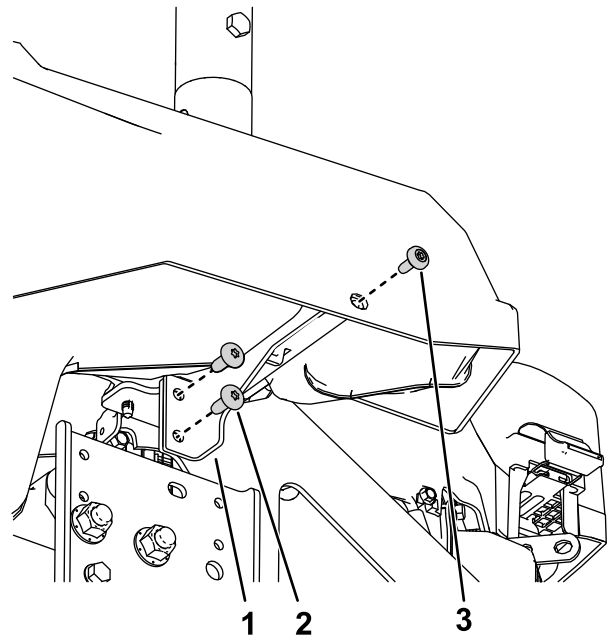

Figura 6
2. Montate la staffa sinistra del guscio sul telaio della macchina con 2 viti autofilettanti ($5/16$ " x $\frac{3}{4}$ ") e i componenti rimossi in 1 Preparazione della macchina \(pagina 3\) come mostrato nella Figura 6.